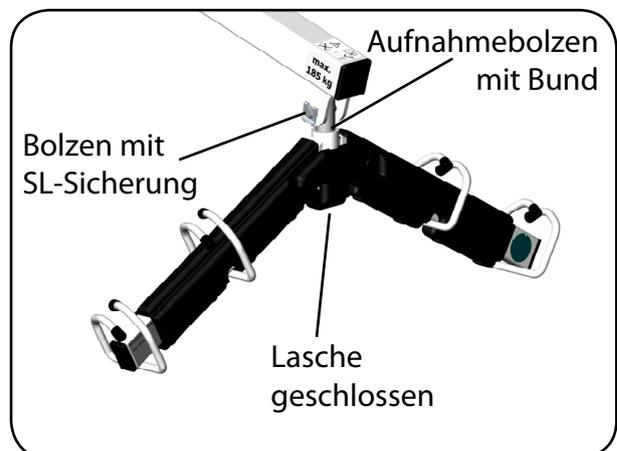

**Abb. 6.1.10 - Motorlasche am Hebearm**
9. Heben Sie den Hebearm an und bringen Sie die Bohrung des Hubrohres (Gabelkopf) mit der Bohrung der Haltelasche deckungsgleich übereinander. Befestigen Sie den Hubantrieb an der Haltelasche des Hebearms durch Einstecken des Bolzens. Sichern Sie den Bolzen mit der SL-Sicherung (Abbildung 6.1.10).